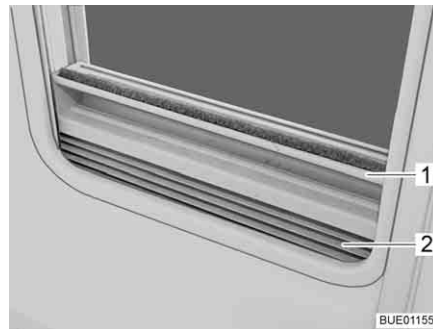

Fig. 59 Estor plegable
- Sujetar el estor plegable (Fig. 59,2) por el centro del agarradero (Fig. 59,1), tirar de abajo a arriba y soltarla a la altura deseada. El estor plegable se queda fijo a esta altura.